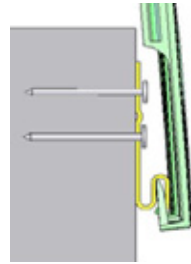

Figure 4: Bande de départ
2. Installer la Bande de départ sur le bord inférieur du mur en assurant qu'elle soit à niveau. (La Moulure en J seule peut être utilisée le long du bas de la bande mais laisser un espace de 0,64 cm (1/4 po) pour la dilatation et la contraction.) Voir les Figures 4, 5 et 6 ci-dessous pour d'autres possibilités pour la bande de départ.